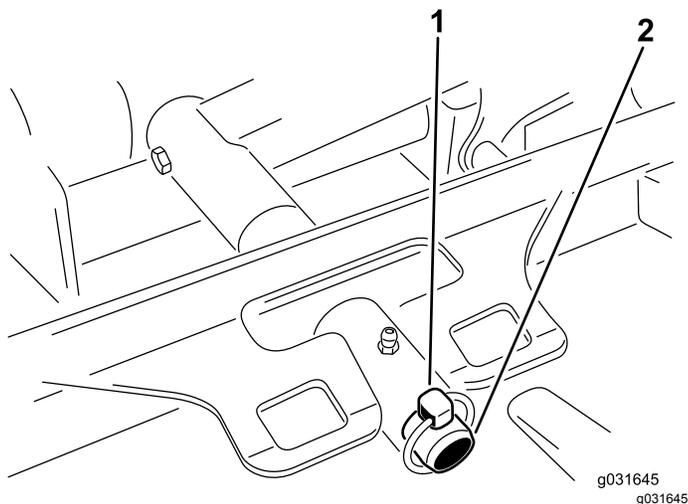

Figure 68
3. Retirez la goupille à anneau ou l'écrou de retenue qui fixe le bâti porteur du plateau à l'axe de pivot du bras de levage (Figure 68).
3. Poussez le bâti porteur du plateau de coupe sur la tige de pivot et fixez-le avec une goupille à anneau ou l'écrou de retenue (Figure 68).